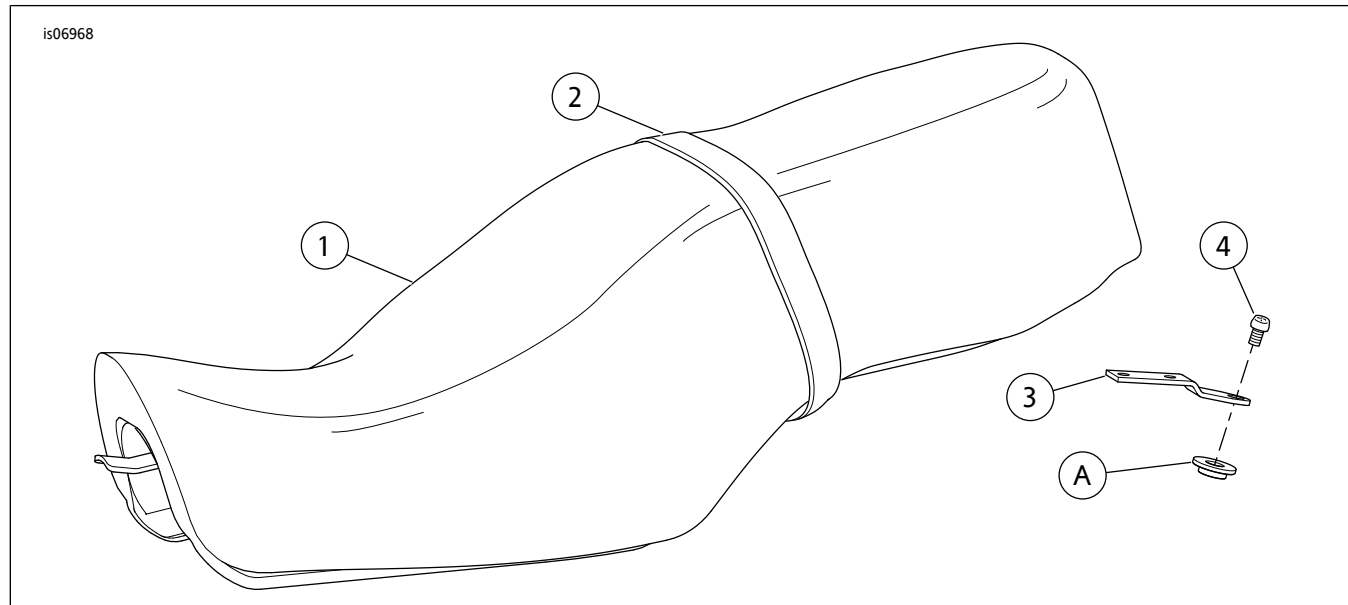

图3。维修零件：XL座椅
参见图3和表1。
3. 参见图3。向上拉动座椅中部，检查确认座椅是否锁定到位。(应存在少量间隙，但是座椅应只能移动约半英寸，然后将通过座椅下侧的柱牢固固定到位。)如果座椅未牢固固定到位，重复步骤2，直至座椅牢固固定到位。必要时可参阅车主手册了解更换座椅的进一步说明。